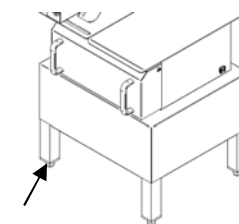

Fig.4.1.1
- Presionara para parar el motor de arrastre de la hoja de corte. Para poder reiniciar la máquina girar la cabeza del botón en sentido contrario a las agujas del reloj hasta desbloquear el botón. El desbloqueo del botón no permite el reinicio de la máquina pero para iniciar la máquina es necesario presionar el botón de inicio (ref, 1 fig. 4.1.1).